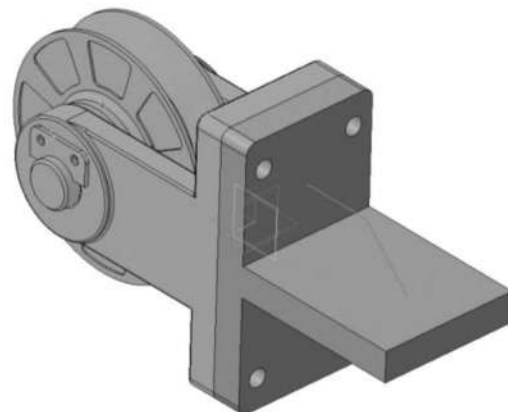

Рисунок 3.56. Эскиз модели ребра жесткости
3.3.6 Закройте эскиз — модель должна выглядеть так, как показано на рисунок 3.56.